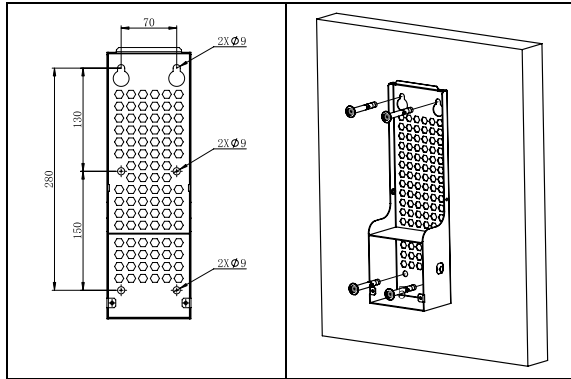

Abb. 5-2 Montage der Metallhalterung an der Wand
2. Bohren Sie 4 Befestigungslöcher mit einem Durchmesser von 10 mm und einer Tiefe von 70 mm in einem Abstand von 70 mm in der Breite und 280 mm in der Höhe. Verwenden Sie die oberen und unteren Löcher der Metallhalterung wie in Abb. 5-2 gezeigt.